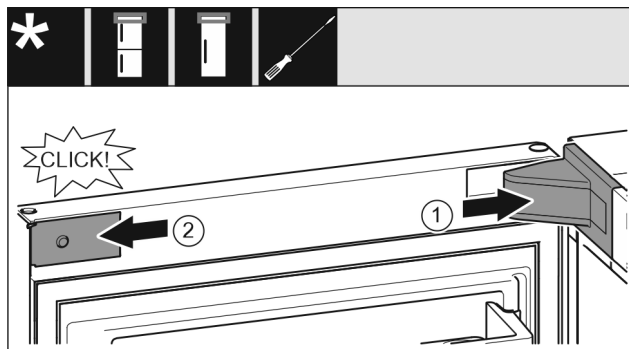

Fig. 65
- ▶ Nasadte a zaklapněte kryt stojanu ložiska Fig. 65 (1), příp. opatrně přitlačte od sebe.
- ▶ Z boku nasadte záslepku Fig. 65 (2) a zaklapněte.